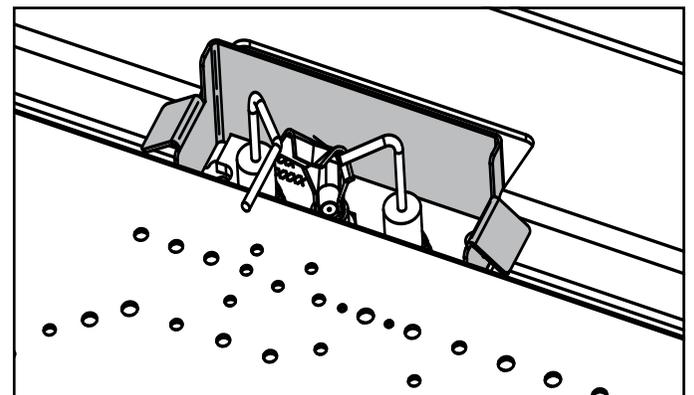

Figura 9.6 Protector del piloto instalado
5. Doble las lengüetas laterales hacia abajo a un ángulo superior a 90 grados para asegurarlas en su lugar, como se muestra en la Figura 9.6.